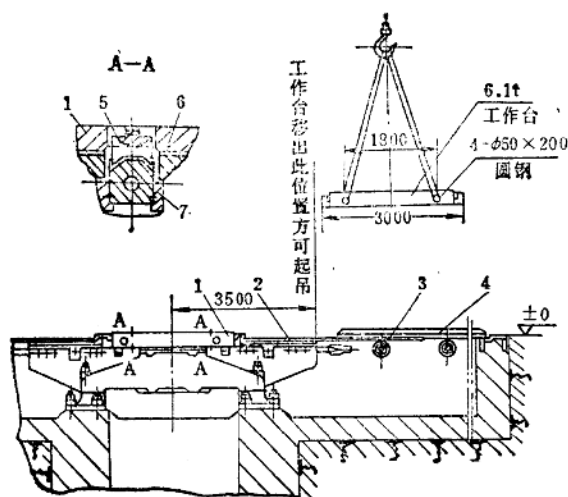

图13-2-23 工作台拆卸
7) 工作台的拆卸: 如图 13-2-23 所示, 先拆除地沟盖板, 并在地沟周围设置栏杆以保证安全, 再拆除移动盖板及滚轮, 最后拆吊工作台。此前先拔去工作台与移动缸连接的销子。用桥式起重机车将工作台微微吊起, 再配合卷扬机水平牵引, 使工作台往外平移至图中所示位置方可垂直起吊。